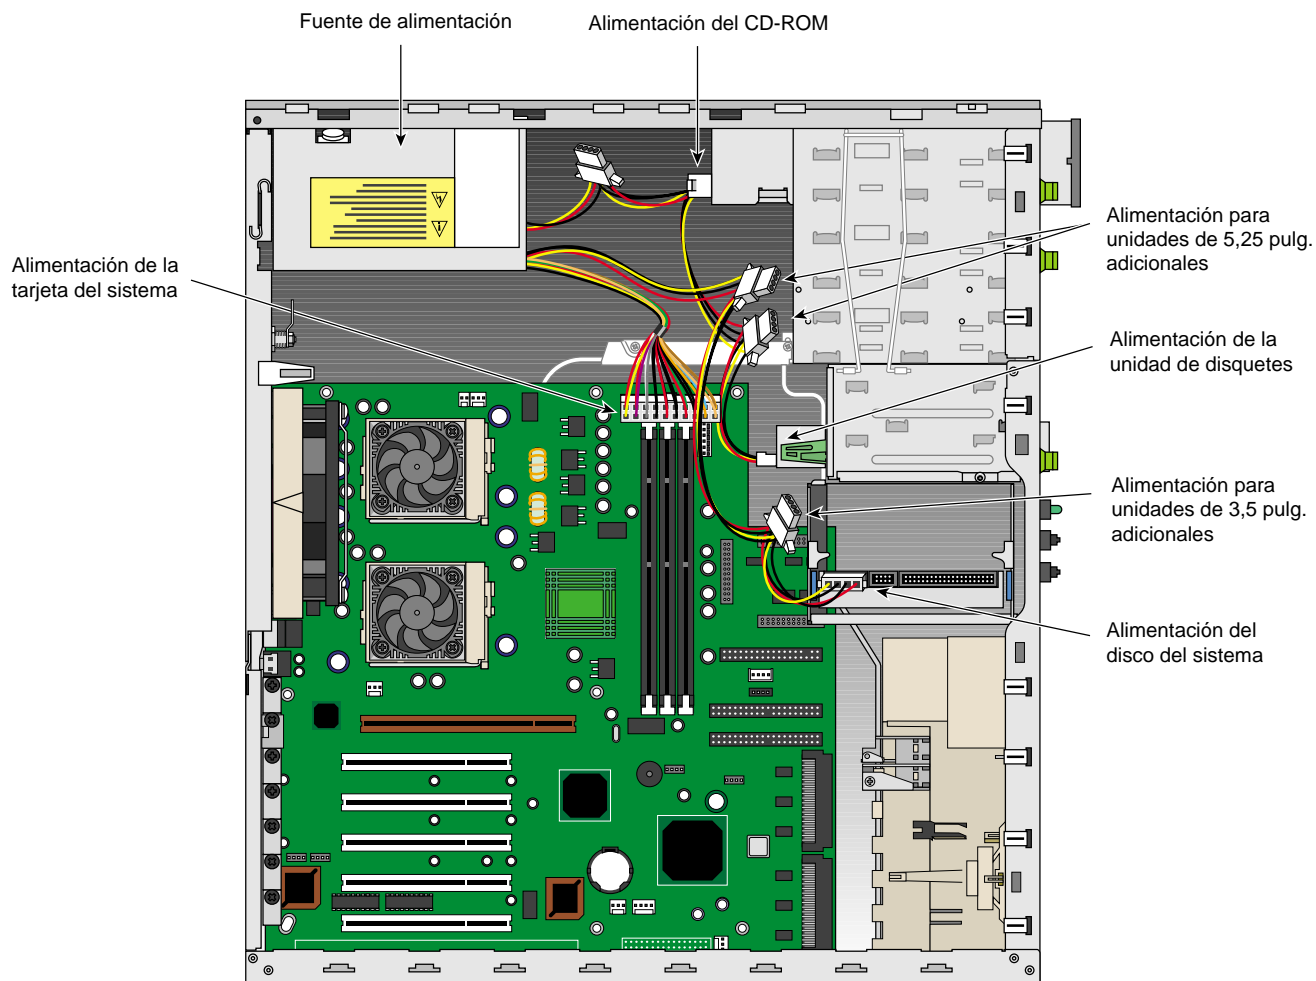

Figura 2-11 Conexión de los cables de la fuente de alimentación
3. Desconecte todos los cables de la fuente de alimentación de la tarjeta del sistema y de las unidades de 3,5 y 5,25 pulgadas. Consulte la posición de las conexiones de los cables en la Figura 2-11, página 30.
12. Conecte los cables de la fuente de alimentación a la tarjeta del sistema, las unidades de disco duro, la unidad de CD-ROM y la unidad de disquetes. Consulte la posición de las conexiones del cable de la fuente de alimentación en la Figura 2-11.